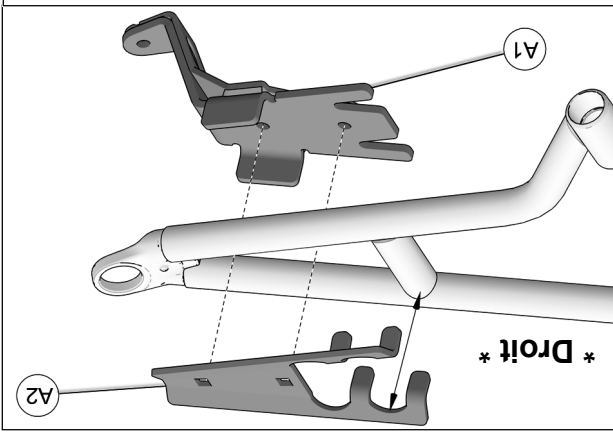

Fig. 16
4. Positionner la partie inférieure de l'ancrage anti-rotation (A1) sous le bras de suspension inférieur. Positionner la partie supérieure (A2) au-dessus du bras de suspension de façon à ce que les trous de la partie supérieure s'alignent avec ceux de la partie inférieure. Voir la Fig. 16